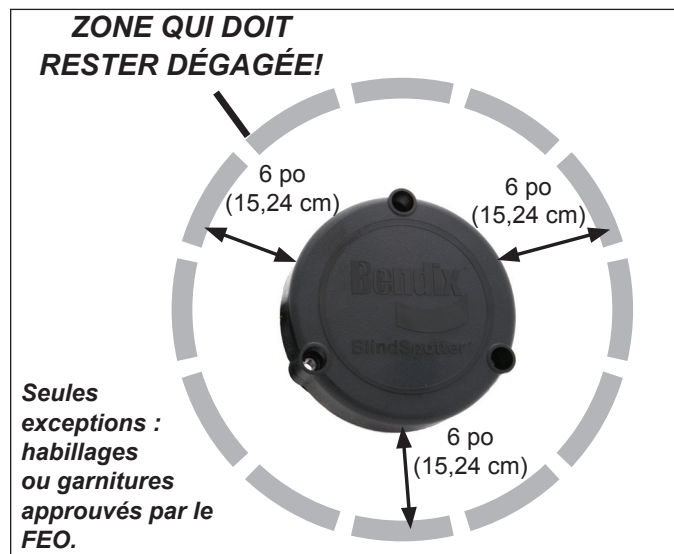

FIGURE 7 – RAYON DE DÉGAGEMENT DU CAPTEUR
- Le point de visée du radar doit être PARFAITEMENT dégagé: aucune pièce sur le véhicule ne doit l'obstruer (mains courantes, phares de rechange, décorations saisonnières ou autres accessoires montés d'ordinaire sur le véhicule). L'avant du capteur envoie le signal radar (faisceau polarisé). Il faut donc maintenir un parfait dégagement tout autour du radar pour garantir qu'il n'y aura aucune interférence nuisible causée par un équipement adjacent sur le véhicule. Ce dégagement doit être constant, que le véhicule roule ou non. Cf. Figure 7 pour avoir une idée générale de la zone de dégagement obligatoire.
- Pour minimiser une détection éventuelle par le capteur d'objets montés sur le véhicule (marchepied, réservoir), s'assurer que le devant du capteur dépasse 5/16 po (8 mm) au minimum des objets qui se trouvent à moins de 6 po (15 cm) du corps du capteur. Cf. Figure 7.